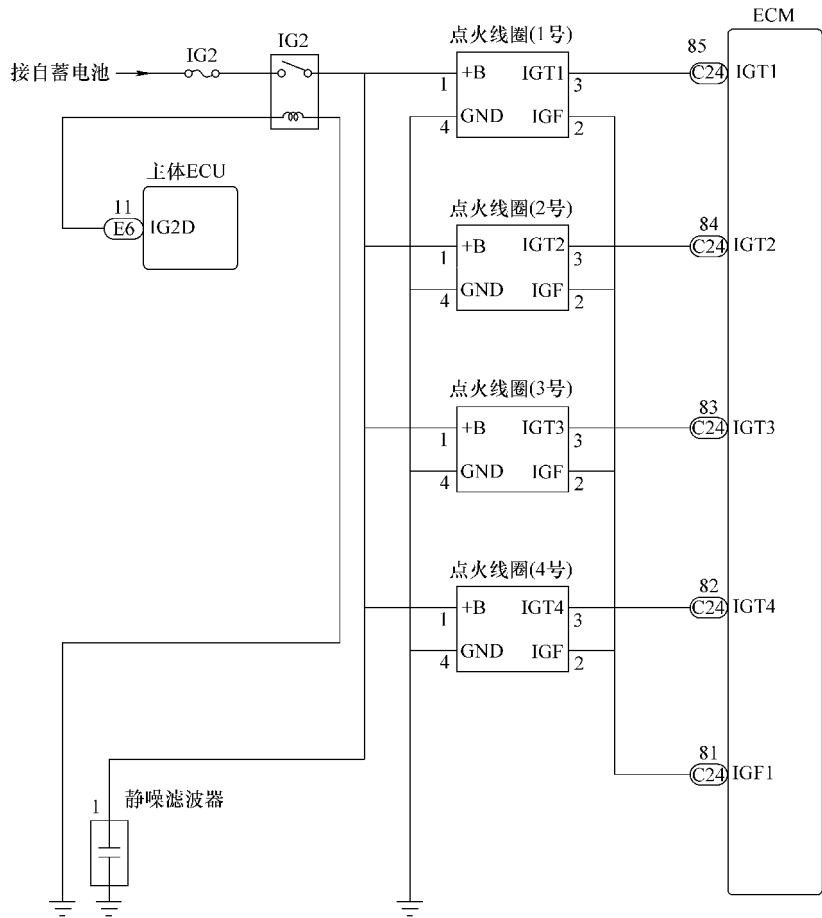

图 4-5 丰田凯美瑞 ECU 控制点火系统的电路
2) ECU 控制点火系统的电路。以丰田凯美瑞为例，ECU 控制点火系统的电路如图 4-5 所示。